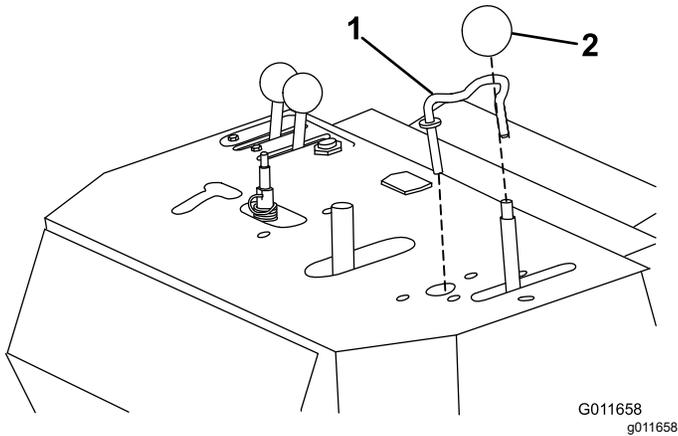

Bild 6
5. Drehen Sie das Handrad vom Auslegersteuerhebel (**Bild 6**).
6. Entfernen Sie unterhalb des Bedienfelds den Splint und die Unterlegscheibe, mit denen die Sperre des Auslegersteuerhebels befestigt ist und entfernen Sie die Sperre (**Bild 6**).